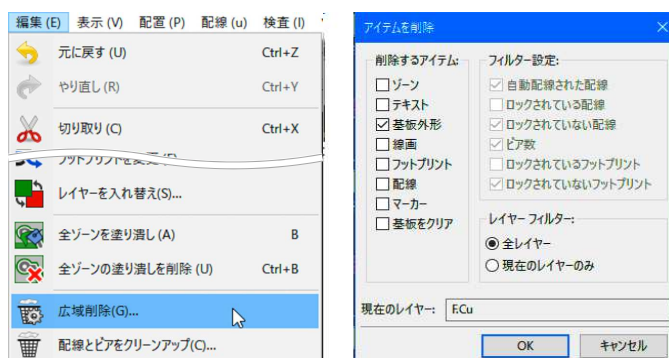

図10-5
- ① メニューバー「編集」→「広域削除」で「基板外形」を削除します。図10-5